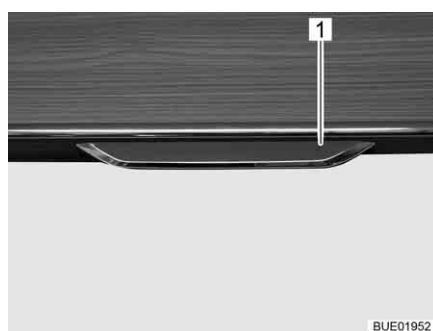

Fig. 60 Abattant de placard avec poignée de déverrouillage
- Tirer la poignée de déverrouillage (Fig. 60,1) vers l'extérieur.